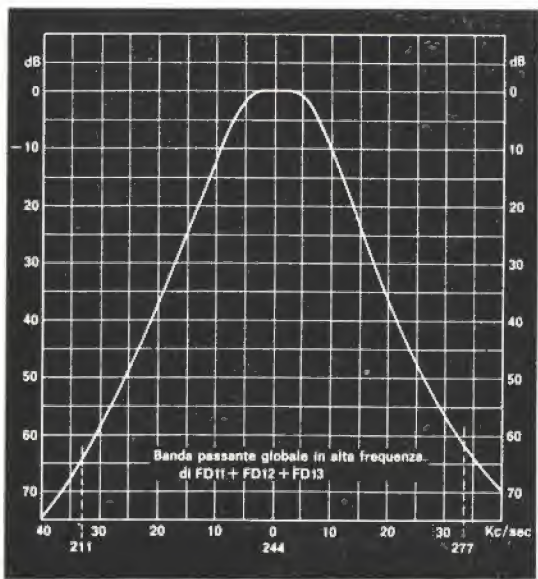

figura 2
I valori dei Q di lavoro (Q_{nL}) che compaiono nella (2) si stabiliscono in modo tale da ottenere dall'insieme dei due filtri di banda, una banda passante di 5 kHz (figura 2) in ogni canale, così da assicurare un'attenuazione delle portanti dei canali adiacenti maggiore di 60 dB.